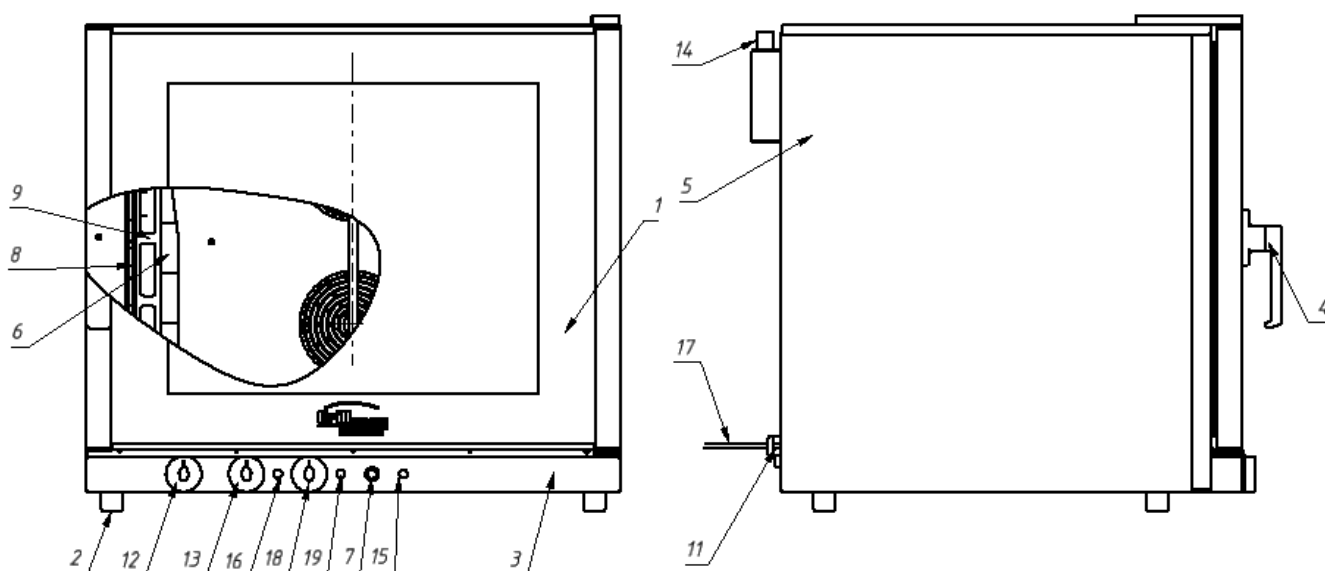

Рис.2
5.2. Основные части изделия указаны на рис.2 и перечислены в таблице 3.